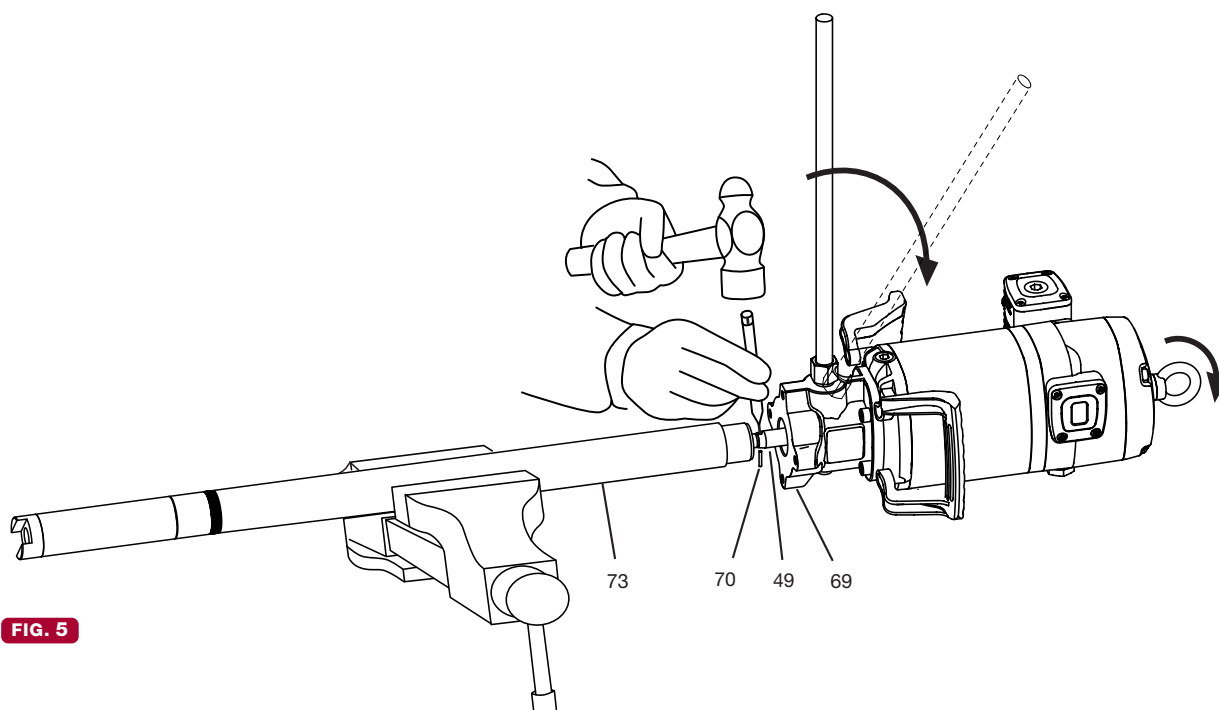

FIG. 5
1. Fix the pump in a vise in horizontal position (fig. 5). Gently blow with a hammer the upper tube (73) close to the body (69) in order to break the thread locker.
3. Once unscrewed, pull the motor away until the elastic pin (70) into the rod (49) becomes visible. With a hammer and a suitable pin punch, eject the pin (70). The motor becomes loose.
1. Placera pumpen i ett skruvstöd enligt illustrationen (fig 5). Slå försiktigt med en hammare på övre pumpröret (73) nära pumpkroppen (69) för att lossa låsvätskan.
3. När luftmotorn är lös, dra den bort från pumpröret tills rörpinnen (70) i centralstången (70) blir synlig. Knacka bort låspinnen med lämpligt drivdorn. Luftmotorn går nu att skruva bort.